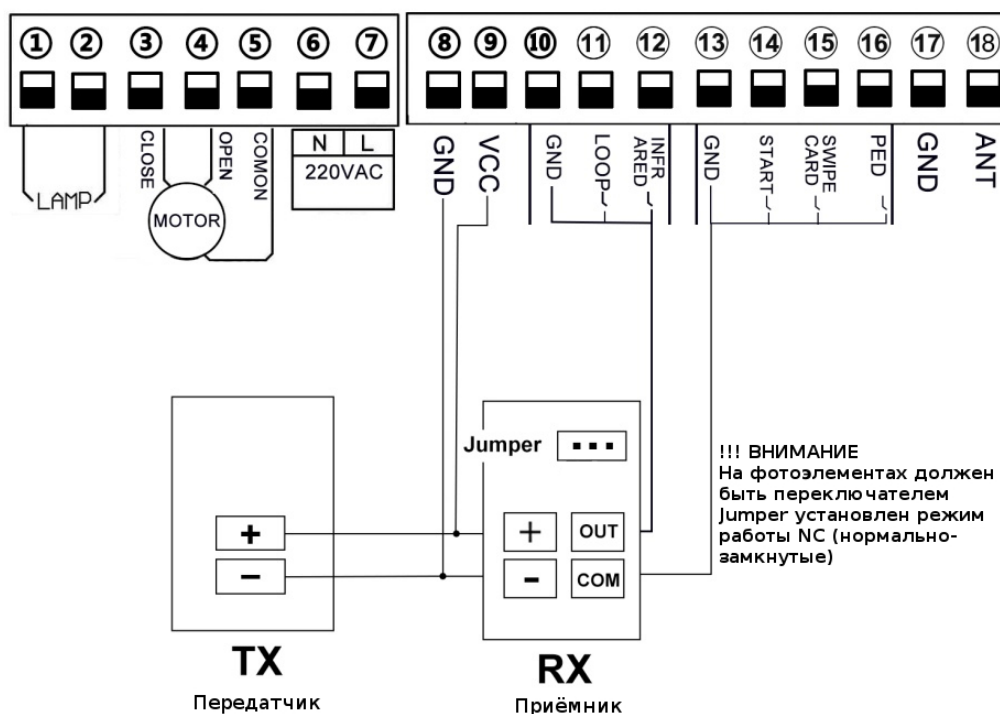

Рис. 11. Подключение фотоэлементов
Подключите клемму COM на приёмнике фотоэлементов RX к клемме GND ⑬ на плате управления приводом. Подключите клемму OUT на приёмнике фотоэлементов RX к клемме INFRARED ⑫ на плате управления приводом. Далее подключите клемму “+” приёмника RX и передатчика TX фотоэлементов к клемме VCC ⑨ платы управления приводом. Затем подключите клемму “-” приёмника RX и передатчика TX фотоэлементов к клемме GND ⑧ платы управления приводом (см. Рис. 11).